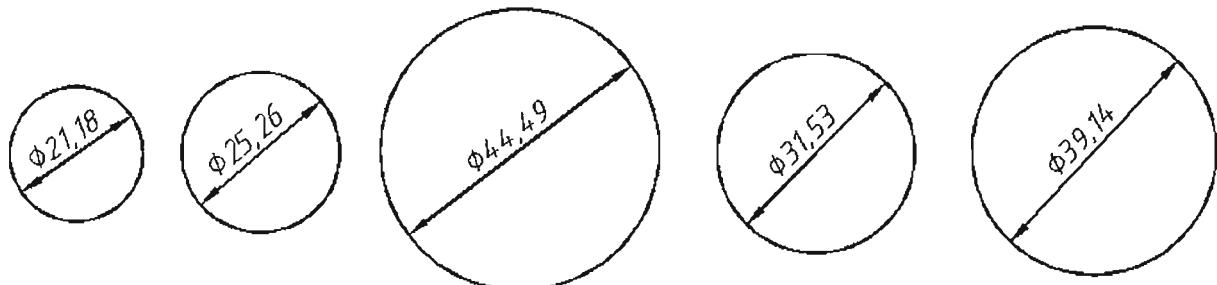

Рис. 3.1. Окружности, заданные диаметрами
3.2.1. Начертить пять окружностей, заданных размерами. Создать размерный стиль. Проставить размеры в строгом соответствии (по форме и размерам) с примерами (рис. 3.1 и 3.3).
Координаты центров приведены для того, чтобы окружности не пересекали друг друга и не выходили за габартийный прямоугольник (см. рис. 3.1).
Построив окружности в соответствии с заданием (см. рис. 3.1), перейдите к простановке размеров их диаметров. Перед простановкой размеров, следует настроить размерный стиль.